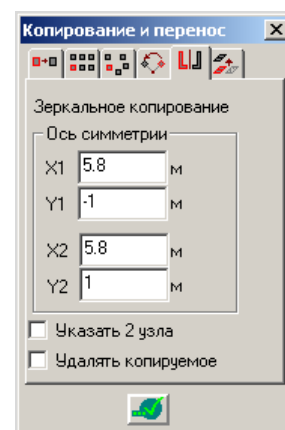

Рис.1.5.5. Окно диалога **Копирование и перенос** (закладка **Зеркальное копирование**)
- щелкните на закладке  – **Зеркальное копирование** (рис.1.5.5);